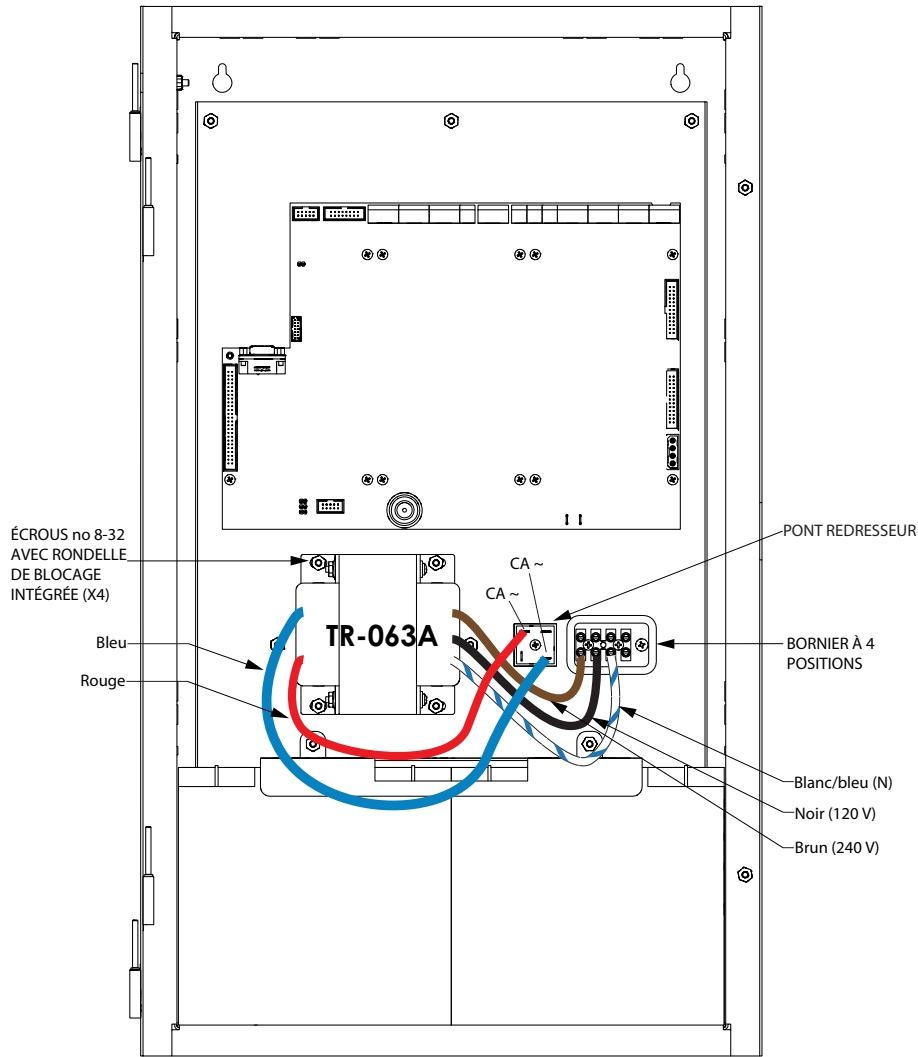

Figure 3 TR-063A dans FX-2003-6DS-16LED
1. Débrancher l'ancien transformateur en suivant les étapes suivantes (voir figures 3 et 4 pour les emplacements des connecteurs et bornes):
Remarque: Connecter les fils aux mêmes bornes du pont redresseur que celles auxquelles étaient connectés les fils de l'ancien transformateur. Voir les figures 3 et 4.